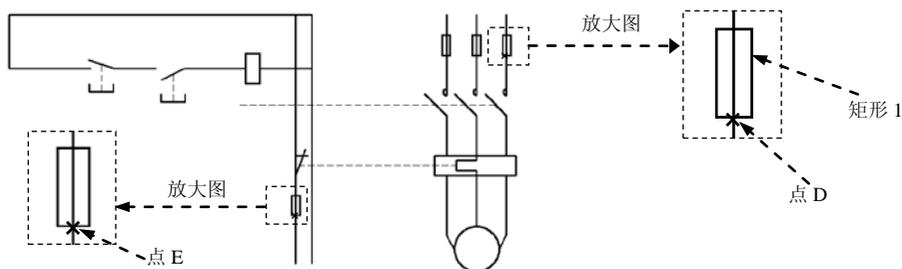

图 17.10.28 图形的复制
(5) 复制图形。选择下拉菜单 **修改** \rightarrow **复制** 命令；选取图 17.10.28 所示的矩形 1 为复制对象，按 Enter 键。选取点 D 为复制基点；选取点 E 作为插入基点，按 Enter 键完成矩形的复制操作，如图 17.10.28 所示。